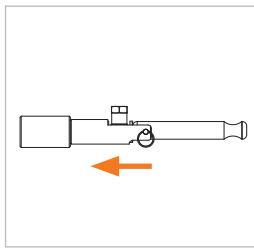

Figure 3
- ▶ Saisissez le connecteur au niveau de l'unité de base (pos. 1) et insérez-le dans l'axe et en butée dans la pièce d'essai (*Figure 3*). Le joint frontal est ainsi préservé des dommages causés par d'éventuels bords saillants de la pièce d'essai et le bon raccordement est garanti.